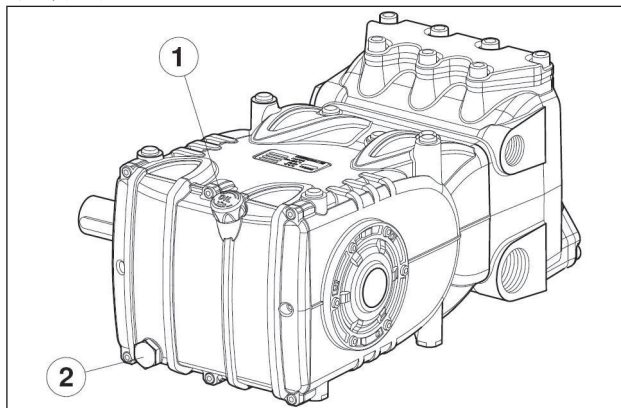

图1
排油时必须拆除：油位尺(部件号①)，接着拆除塞子(部件号②, 图1)。